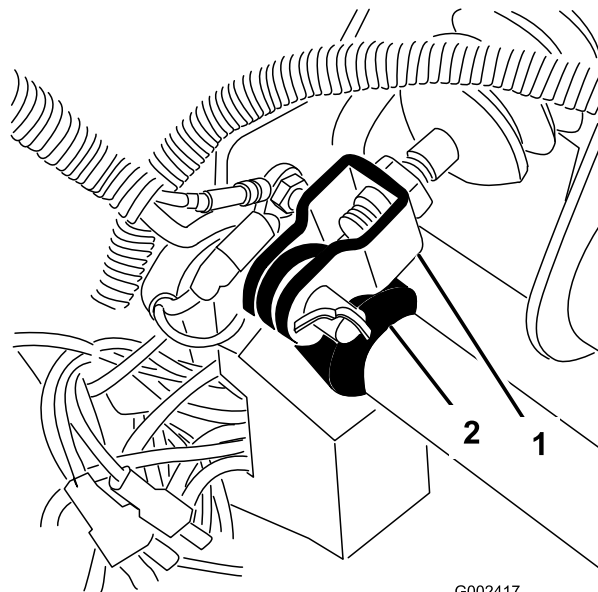

Figura 66
1. Retire o perno de gancho e o passador de forquilha que fixam a culatra do cilindro principal ao ponto de articulação do pedal de travão (Figura 66).